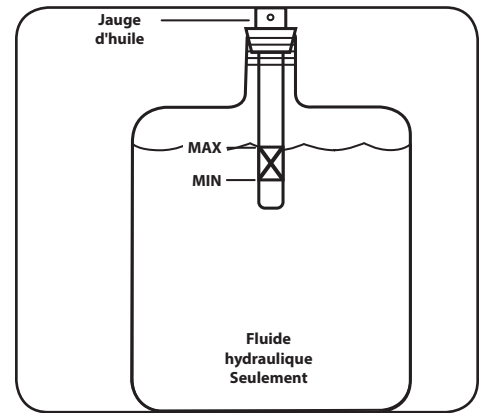

Figure 5-4
13. Si nécessaire, remplissez le réservoir jusqu'à ce que le niveau se trouve entre les deux lignes sur la jauge. Voir Figure 5-4.